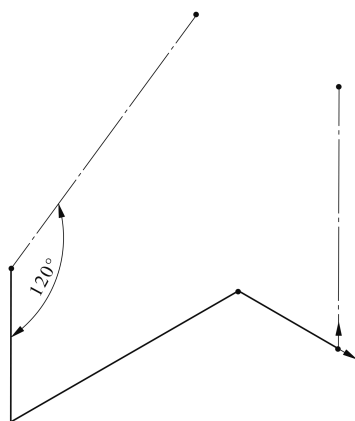

图 1-3-7 夹角为 120° 直线
(4) 沿 YZ 对角线绘制夹角为 120° 的线段, 线类型为构造线, 几何约束线与右视基准面平行。再从原点开始沿 Y 轴绘制一条构造线(见图 1-3-7)。